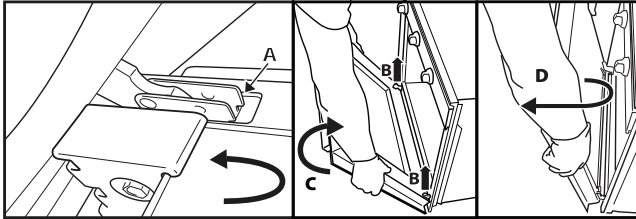

Fig. 2
3. Sluit de deur tot de blokkering (A), til hem op (B) en draai hem (C) tot de deur loshaakt (D) (fig. 2).